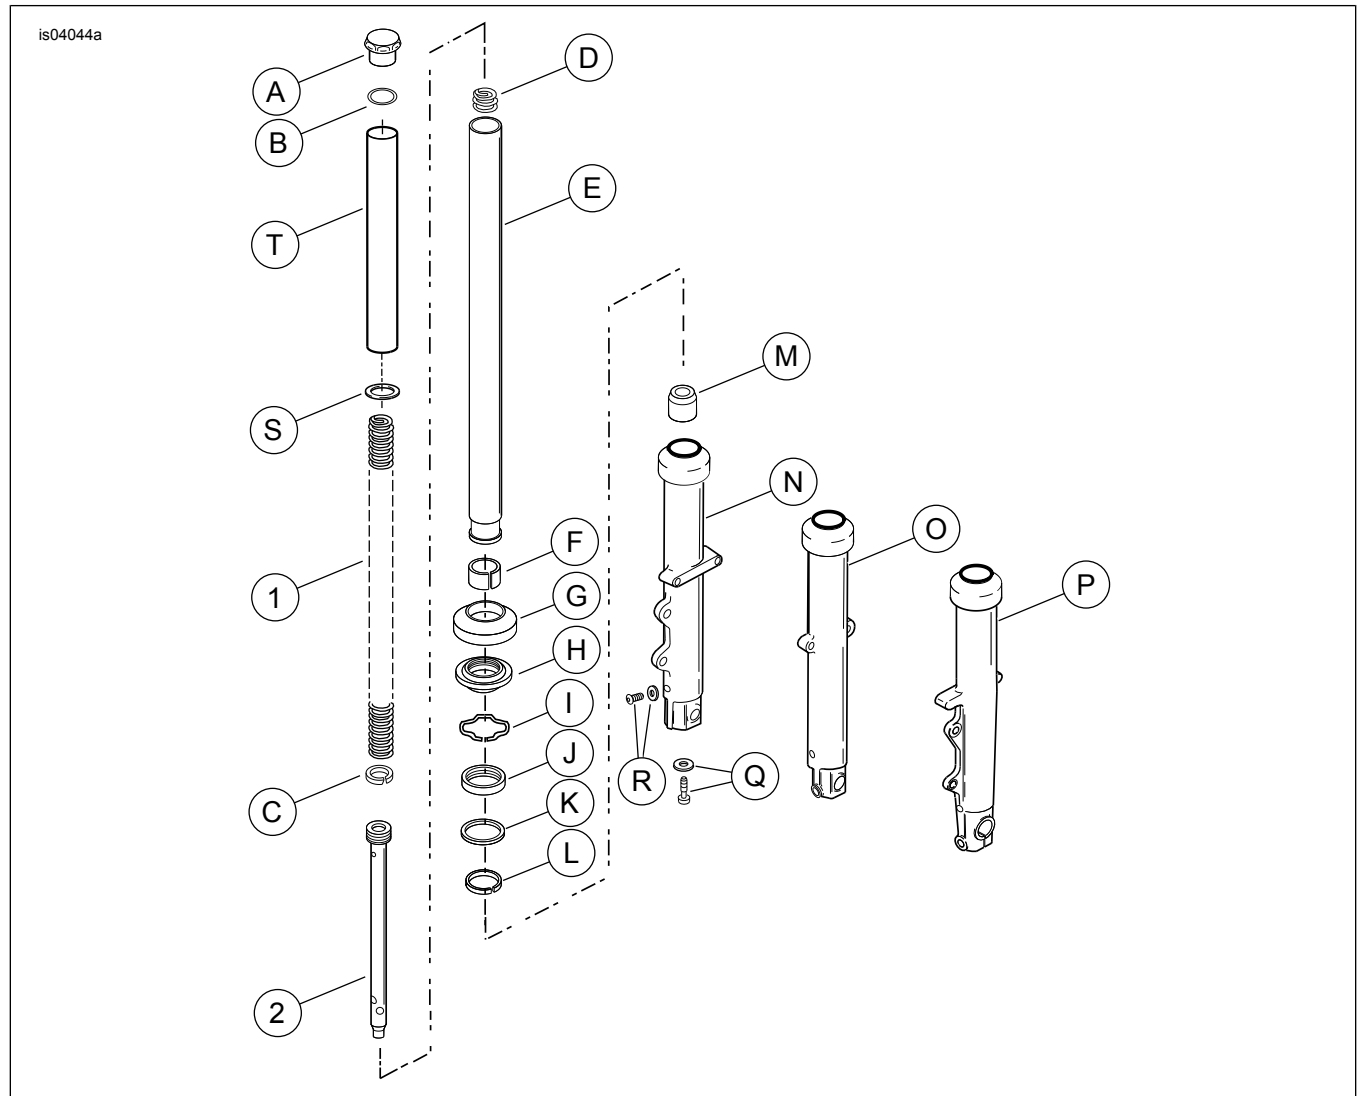

Abbildung 8. Ersatzteile für XL Vorderrad-Tieferlegungssatz (45500-09)
Siehe Abbildung 8 und Tabelle 1.
2. Siehe Abbildung 8. Eine Ablasswanne unter die Gabel stellen und die Ablassschraube (R) entfernen.
4. Siehe Abbildung 8. Die Federscheibe (S) und den Federring (T) ausbauen und zur Wiederverwendung aufbewahren.
5. Die Gabelfeder (1) aus dem Tauchrohr entfernen.
6. Die Abdeckung (G) und die Staubdichtung (H) entfernen.
7. Den internen Sicherungsring (I) zusammendrücken. Den Clip aus der Nut oben in der Bohrung des Gleitrohrs entfernen.
10. Den Boden mit einem sauberen Lappen abdecken. Die Gabel-Baugruppe umdrehen, dabei das Ende der Feder gegen den Lappen drücken. Die Feder zusammendrücken und die 6-mm-Schraube und die Unterlegscheibe (Q) aus dem Ende des Gabelgleitrohrs (N, O oder P) entfernen. Für beste Ergebnisse einen Druckluftschrauber verwenden. Die 6-mm-Schraube und die kupferne Quetschunterlegscheibe (R) entsorgen.
11. Gabelfeder (1) und Dämpferrohr (2) vom Tauchrohr abbauen. Gabelfeder entsorgen.
12. Das Tauchrohr (E) aus dem Gleitrohr (N, O oder P) herausziehen, bis die untere Buchse (F) auf dem Tauchrohr die obere Buchse (L) im Gleitrohr berührt. Die untere Buchse wie ein Schlagwerkzeug benutzen, um die Öldichtung, Unterlegscheibe und obere Buchse behutsam aus der Gleitrohrbohrung zu klopfen.
13. Das untere Anschlagstück (M) ausbauen. Das untere Anschlagstück befindet sich im Gleitrohr (N, O oder P) oder an der Unterseite des Dämpferrohrs (2).
1. Siehe Abbildung 8. Die neue untere Buchse (F) in der Nut des Gleitrohrs (E) einbauen. Die Buchse nur so weit aufweiten, dass sie über das Rohr passt.
2. Die Zugstufenfeder (D) auf dem Dämpferrohr positionieren. Sicherstellen, dass der Dämpferrohring (C) in der Rille oben auf dem neuen Dämpferrohr (2) eingebaut ist. Das Dämpferrohr in das Gleitrohr (E) einbauen.
3. Die neue Feder (1) mit dem enger gewickelten Teil nach unten in das Gleitrohr (E) einführen. Das Dämpferrohr (2) mit der Feder durch die Öffnung an der Unterseite des Rohrs schieben. Den unteren Anschlag (M) auf das Ende des Dämpferrohrs setzen.
5. Die Schraube und Unterlegscheibe (Q) unten in das Gleitrohr (N, O oder P) einbauen. Das Tauchrohr im Gleitrohr mehrmals durch seinen ganzen Bewegungsbereich bewegen, um die ordnungsgemäße Ausrichtung der Komponenten sicherzustellen. Nun die Feder nach unten drücken und die Schraube fest anziehen. Die Schraube auf ein Drehmoment von 15–25 N·m (11–18 ft-lbs) anziehen.
6. Obere Buchse (L), Distanzscheibe (K) (konkave Seite nach unten), Öldichtung (J) (beschriftete Seite nach oben) und EINBAUWERKZEUG FÜR GABELDICHTUNG UND -BUCHSE (Teile-Nr. HD-36583) auf das Gleitrohr setzen.
8. Siehe Abbildung 8. Den internen Sicherungsring (I) in die Nut oben in die Gleitrohrbohrung einbauen.
9. Die Staubdichtung (H) und die Abdeckung (G) oben im Gleitrohr einbauen.
10. Die Ablassschraube (R) in das untere Ende des Gleitrohrs einbauen. Die Schraube auf ein Drehmoment von 8–11 N·m (72–96 in-lbs) anziehen.
11. Die Hauptfeder (1) vom Gleitrohr (E) abbauen.